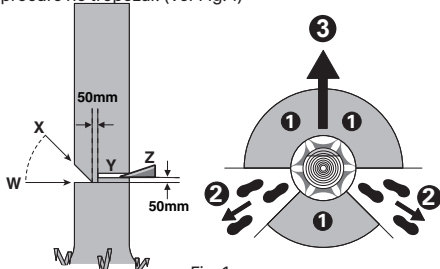

Fig. 1
Al comenzar a desplomarse el árbol, saque la sierra de cadena del corte, desconéctela, deposítela, y abandone el área de peligro siguiendo la trayectoria de escape prevista (2). Tenga cuidado con las ramas que puedan caer y procure no tropezar. (Ver Fig. 1)